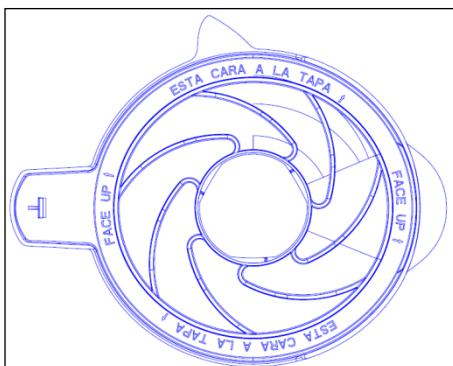
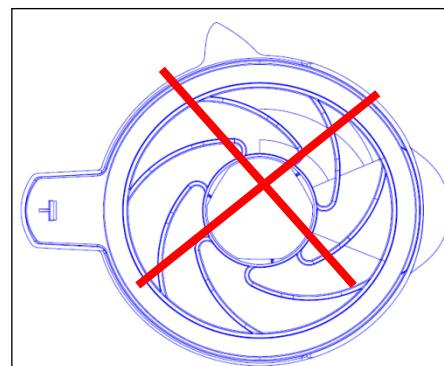

Figura 15
Figura 16
- Il coperchio del contenitore SS: Per coprire il vaso. Un anello di tenuta all'interno può evitare che il cibo, la zuppa o il vapore fuoriesca. Quando si assembra l'anello di tenuta le parole di avvertimento "ESTA CARA A LA TAPA ↑ , FACE UP ↑ " devono essere visibili come riportato in Figura 15, altrimenti il liquido fuoriuscirà. (Figura 16)